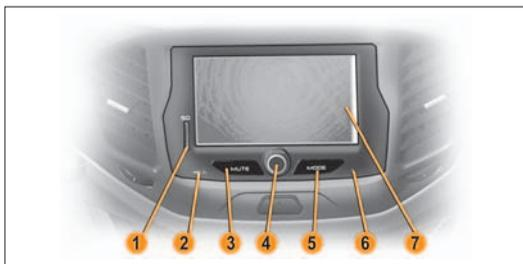

Рис. 3. Мультимедийное навигационное оборудование
2.1.1 Включение ОММН осуществляется кратковременным нажатием (1-2 сек.) на ручку энкодера (позиция 4 рисунок 3).
2.1.3 Для выключения ОММН нажмите ручку энкодера (позиция 4 рисунок 3) и удерживайте ее в нажатом положении до выключения дисплея.
2.1.4 Для перезагрузки ОММН тупым тонким стержнем нажмите и удерживайте в течение 2-3 сек. кнопку Reset (позиция 6 рисунок 3). После перезагрузки ОММН переходит в режим «Радио» с прослушиванием первой сохраненной радиостанции.
Для выключения звука нажмите кнопку **MUTE** (кнопка 3, рисунок 3). Для включения звука нажмите кнопку повторно.
Кнопка **MODE** (позиция 5, рисунок 3) служит для переключения режимов работы радиоприемника, при этом будут отбражаться только активные режимы. Например, если вставлена SD карта и на ней есть только видеозаписи, то, используя кнопку **MODE**, можно попасть в окно «**Видео**», но нельзя попасть в окно «**Аудио**» и «**Фотографии**».
Регулировка громкости осуществляется вращением ручки энкодера 4 (рисунок 3) вправо или влево.